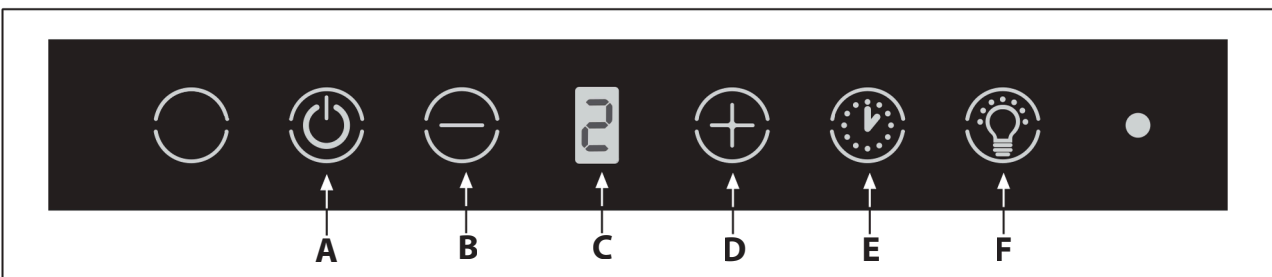

Fig.7
Det minimala avståndet mellan kokkärlens underlag på kokhällen och spisfläktens nedre del måste vara minst **65 cm**. i det fall ett anslutningsrör används som består av två eller flera delar, måste den övre av delarna träs utanpå den undre delen. Anslut inte kåpans utloppsrör till luftkanaler i vilka varmluft cirkulerar, eller kanaler som används för att evakuera rök från apparater som drivs med annan typ av energi än elektrisk energi. För att förenkla handhavandet av apparaten ska antifettfiltret/-en tas ur innan monteringsmomenten påbörjas (Fig.7).
- **Manöverfunktioner (Fig.7):** ANMÄRKNING: med detta kommando kan du även styra enheten med en fjärrkontroll, som kan begäras som tillbehör.